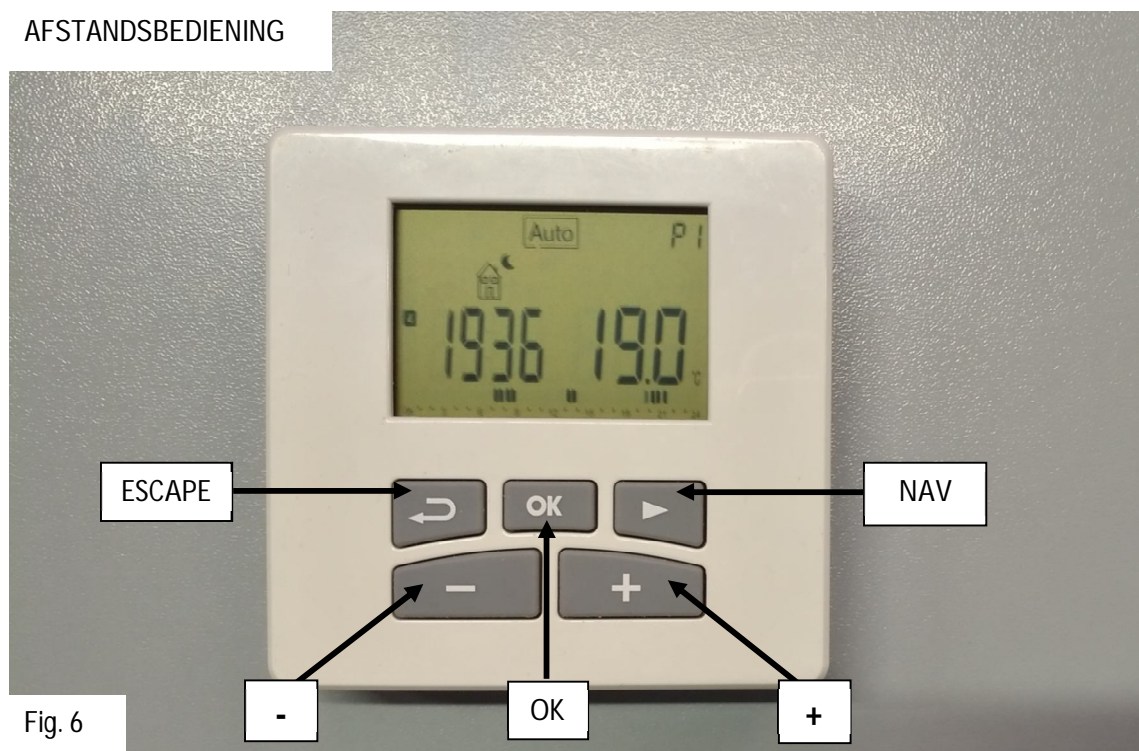
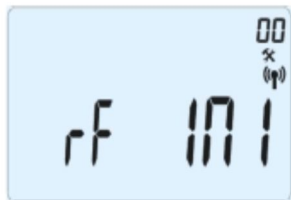

Fig. 6
Fig. 7
Stel de knipperende waarde correct in met de toetsen (+) of (-) (Fig.6). De waarde na instelling bevestigen met de toets (OK); de thermostaat gaat automatisch over naar de volgende waarde. De in te stellen waarden zijn het UUR, de DAG van de week (van 1 tot 7) en de DATUM (dag, maand, jaar). Druk na elke ingestelde waarde op (OK) voor bevestiging en ga vervolgens over tot de volgende in te stellen waarde.
- 2) *Druk voor 5 seconden op de toets (▶) op de afstandsbediening (Fig. 6). Het opschrift "rF INI" verschijnt op het display van de afstandsbediening, zie Fig. 7.*